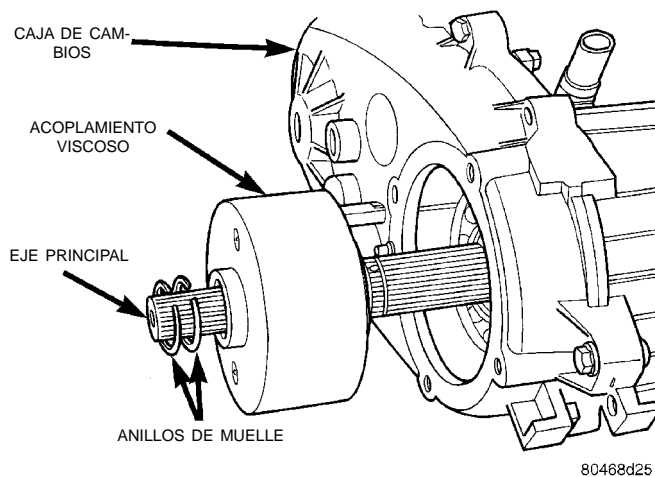

Fig. 20 Desmontaje del acoplamiento viscoso
(1) Retire el anillo de muelle de posición de la bomba de aceite y el anillo de muelle del acoplamiento viscoso en el eje del eje principal (Fig. 20).
(2) Retire el acoplamiento viscoso del eje principal (Fig. 20).